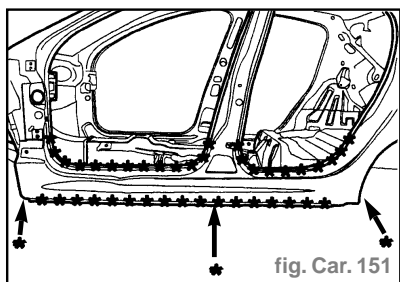

fig. Car. 151
- Découper par fraisage des points (fig. Car. 151).